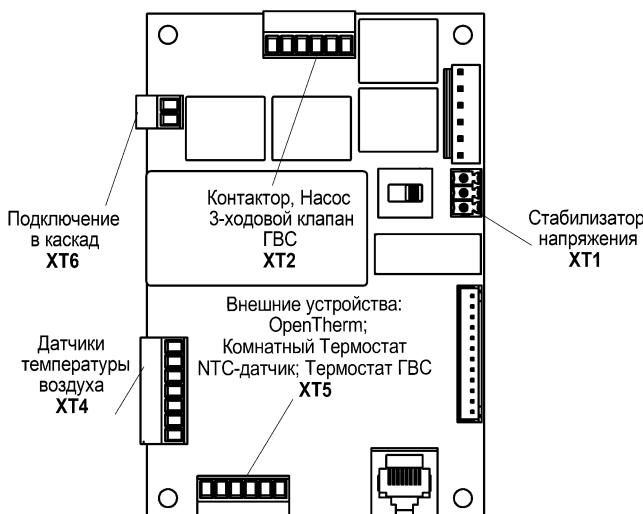

Рисунок 7. Основные разъёмы платы контроллера
**6.4.2** Назначение основных разъёмов платы контроллера (подключение внешних устройств) для исполнений FORWARD-3....28 показано на рис. 7.